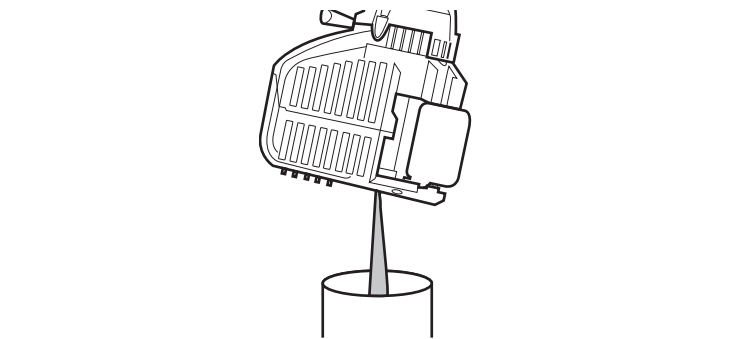

Fig. 28
- Si el nivel de aceite es demasiado alto, incline la unidad y drene el exceso de aceite en un recipiente adecuado (Fig. 28).
3. Incline la unidad verticalmente para verter el aceite fuera del orificio de llenado de aceite y al interior del recipiente (Fig. 28). Deje bastante tiempo para que se drene completamente.